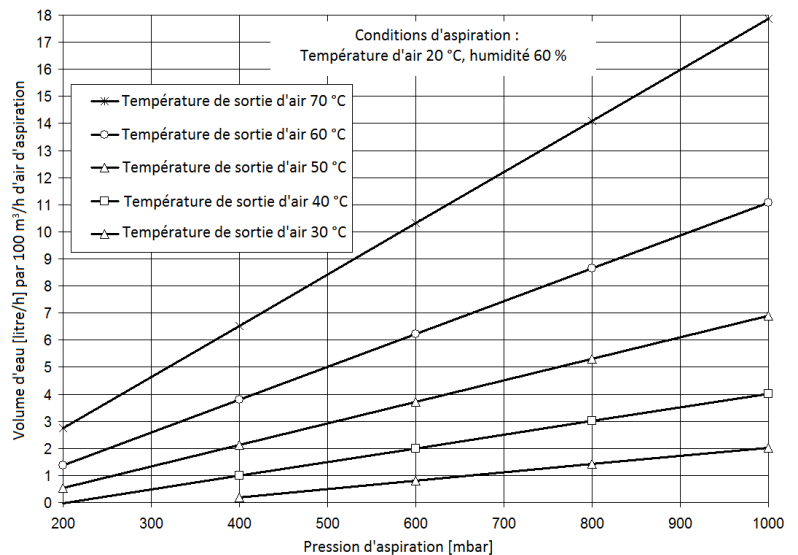

Fig. 7 : Volume d'eau de service
Fig. 7 représente le volume d'eau de service prélevé du récipient de réserve pour un débit volumique d'aspiration de 100 m3/h, en fonction de la pression d'aspiration et de la température de l'eau de service.
- Volume d'eau pour une pression d'aspiration et une température de sortie d'eau de service selon Fig. 7 : 2,1 l/h par 100 m3/h d'air aspiré